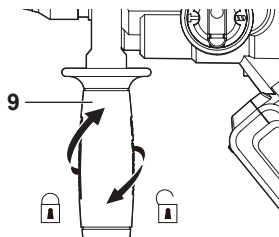

Fig. 8
3. La poignée auxiliaire peut pivoter sur un angle de 360°, et peut donc se régler sur la position la plus confortable afin de faciliter le travail. Pour changer la position de la poignée, desserrez la fermeture en tournant la poignée, enlevez la poignée en partie de manière à libérer la clavette de la rainure, puis mettez la poignée dans la position souhaitée et resserrez-la (Voir Fig. 8).
1. Démarrez l'outil en appuyant sur la gâchette avec variateur de vitesse [5] (Voir Fig. 8).